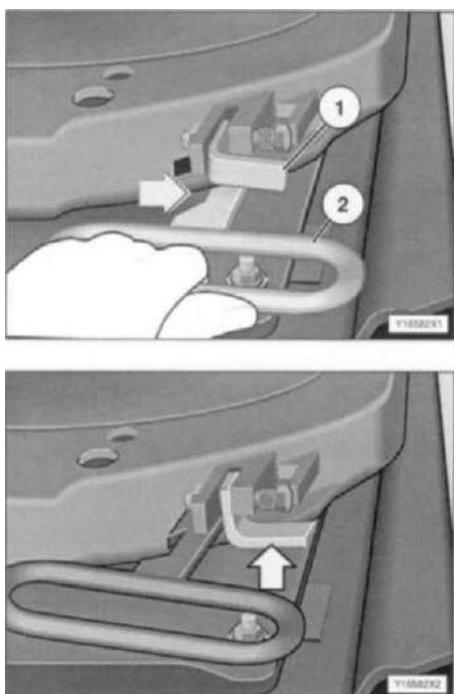

Рис. 40
- поверните ручку «2» вперед потяните и зафиксируйте её в пазу, находящемся на краю пластины (см. Рис. 40).